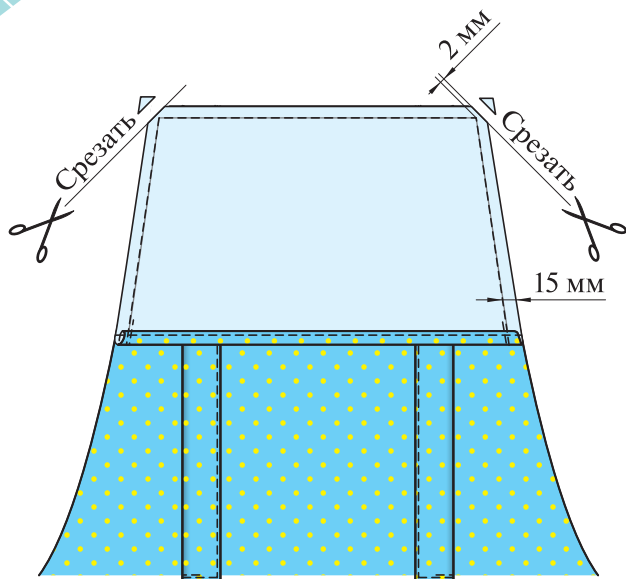

Рис. 6.37. Обработка нагрудника
со стороны обтачки) шириной шва 15 мм (рис. 6.37). Перед обтачиванием удалите все булавки!
4. *Удалите* СВН, срежьте припуски шва в углах, не доходя 2 мм до строчки (рис. 6.37).